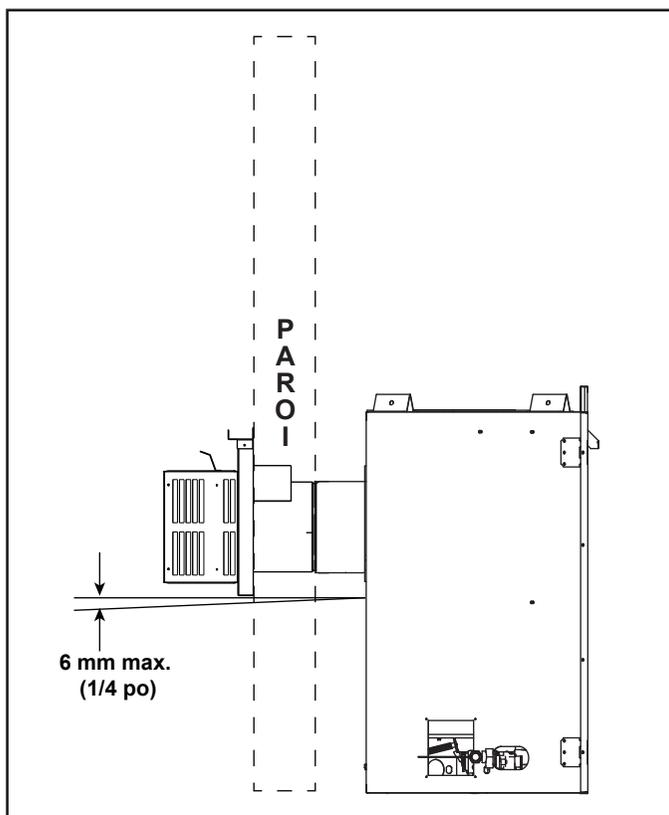

Figure 4.7 Prévention d'infiltration d'eau
- Lorsque le chapeau de l'extrémité horizontale est exposé aux précipitations, il devrait y avoir une inclinaison de 1/4 pouces vers le bas pour drainer toute humidité du chapeau. Voir la figure 4.7.